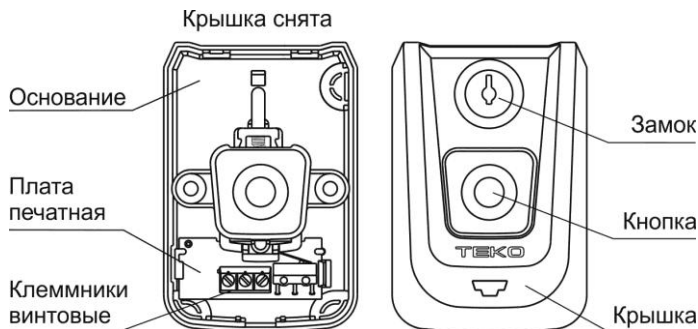

Рисунок 2
4.1 Конструктивно извещатель выполнен в виде блока, состоящего из съемной крышки (лицевая сторона) и основания. На основание установлены кнопка и печатная плата с радиоэлементами, клеммниками винтовыми для внешних подключений (рисунок 2).